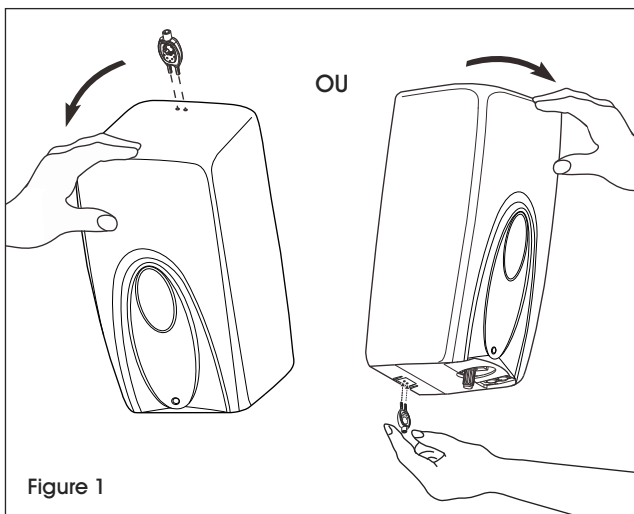

Figure 1
1. Insérez la clé dans les trous situés en haut ou en bas du distributeur. Pour ouvrir le distributeur, tirez le couvercle vers vous. (Voir Figure 1)